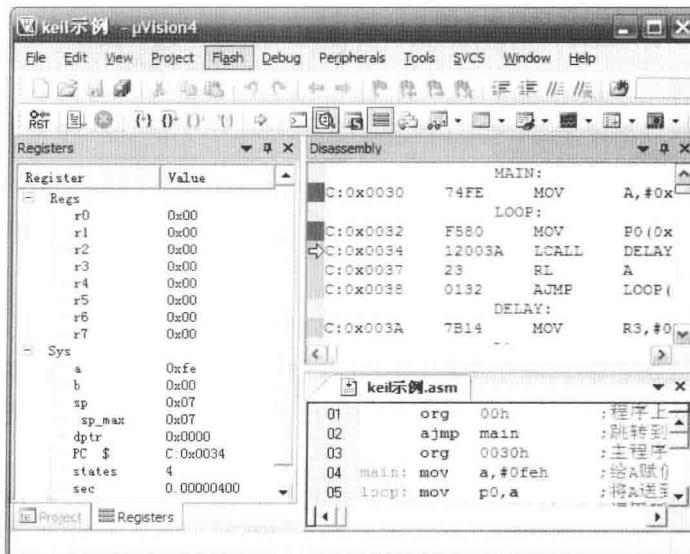
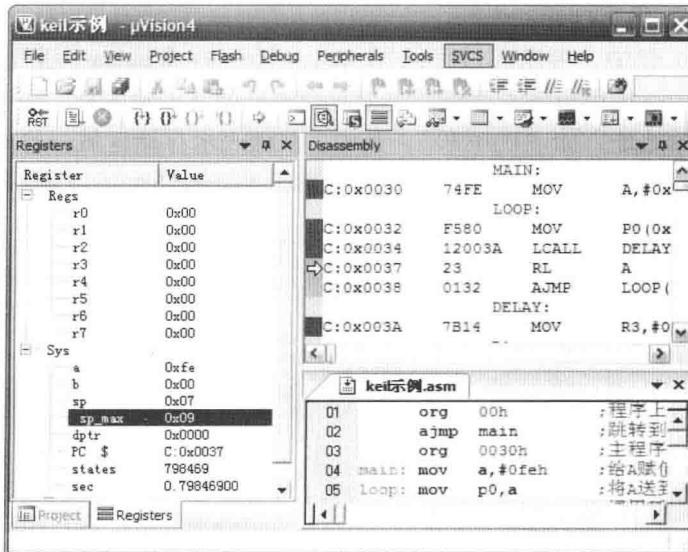

图 1-13 光标首次指向 LCALL DELAY
图 1-14 光标首次指向 “RL A”
进入调试状态。在调试状态下，单击图标 ① ，使光标首次指向 LCALL DELAY 后，项目工作区“Registers”选项卡的 Sys 项中 sec 为 0.00000400，表示进入首次运行到 LCALL DELAY 时花费了 0.00000400s，如图 1-13 所示。再次单击图标 ② ，光标指向“RL A”，Sys 项的 sec 为 0.79846900，如图 1-14 所示。因此，DELAY 的延时时间为二者之差，即 0.79846500s，也就是说延时约为 0.8s。